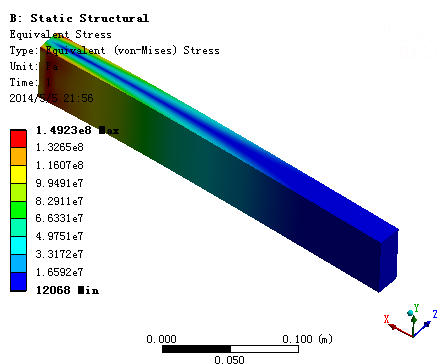

图 1-51 应力分析云图
**步骤 06** 选择 Outline (分析树) 中 Solution (B6) 下的 Equivalent Stress 选项, 此时会出现如图 1-51 所示的应力分析云图。